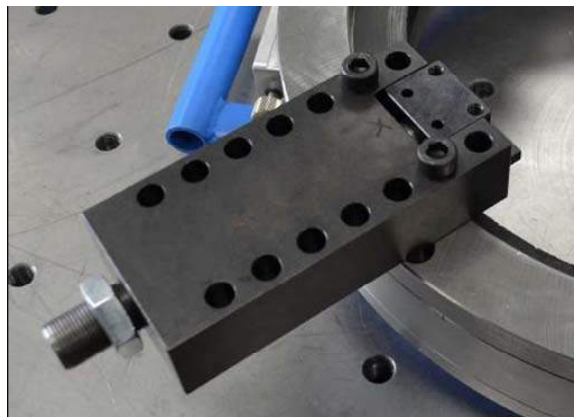

Рис. 3-9. ОПОРА ПАТРОНА В СБОРЕ, ЗАКРЕПЛЕННАЯ НА УЗЛЕ ПОВОРОТНОГО ПРИВОДА (ПОКАЗАНА МОДЕЛЬ FF1200)
8. Поверните контргайки по направлению от корпусов опор патронов на необходимую величину (см. рис. 3-9).